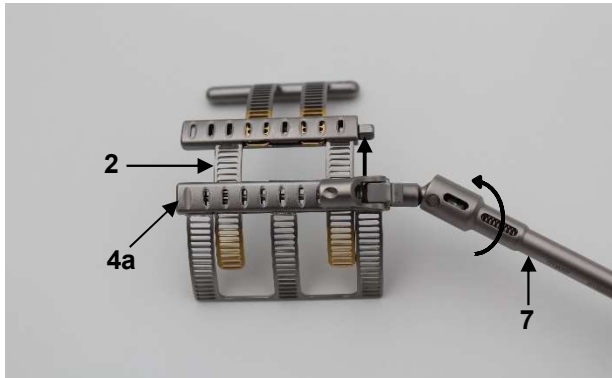
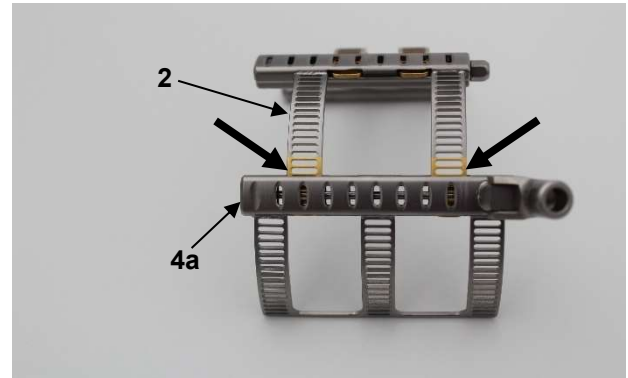

Abb. 3a
Abb. 3b
Anschließend das primäre Element (2) mittels Kardan Schraubendreher LMT-4 (7) ausfahren. Hierfür die Außensechskantschraube an dem Kastenmodul des Basiselements (4a) mithilfe des Kardan Schraubendrehers LMT-4 (7) im Uhrzeigersinn drehen (Abb. 3a). Das primäre Element (2) nur soweit ausfahren bis die ersten beiden goldfarbigen Langlöcher aus dem Kastenmodul (4a) zu sehen sind (siehe Abb. 3b).